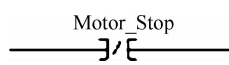

图 7-7 XIO 指令为假
4. 按下 ControlLogix 按钮面板上的 DI1 按钮。这将会使 XIO 指令与 Motor_Stop 关联。可注意到绿色消失（见图 7-7）。这是因为该指令不再为真，如图 7-7 所示。